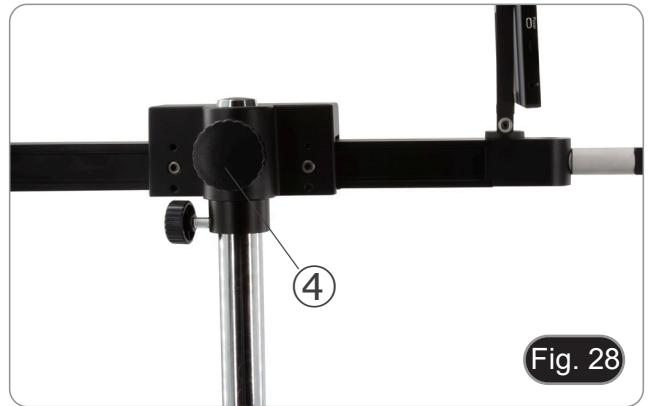

Fig. 28
- Desaperte o botão de fixação do braço horizontal ⑤ e rode o braço, depois volte a apertar o botão. (Fig. 28)